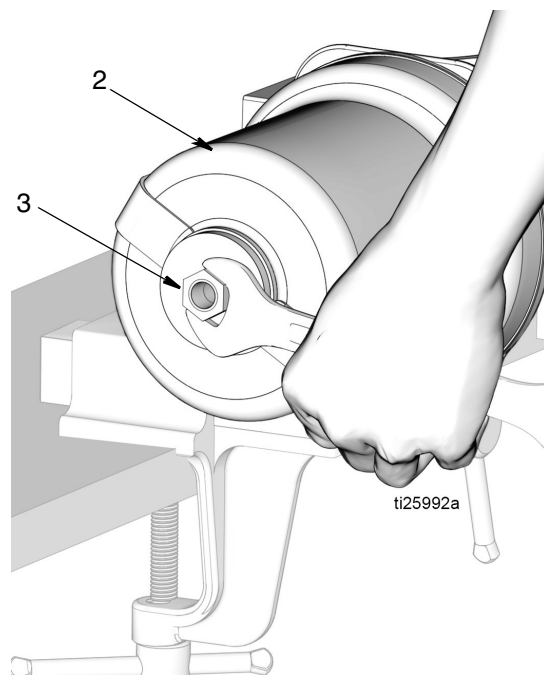

Рис. 18
13. Открутите стопорную гайку поршня (3) с верхней части пневматического цилиндра (2) (Рис. 18).